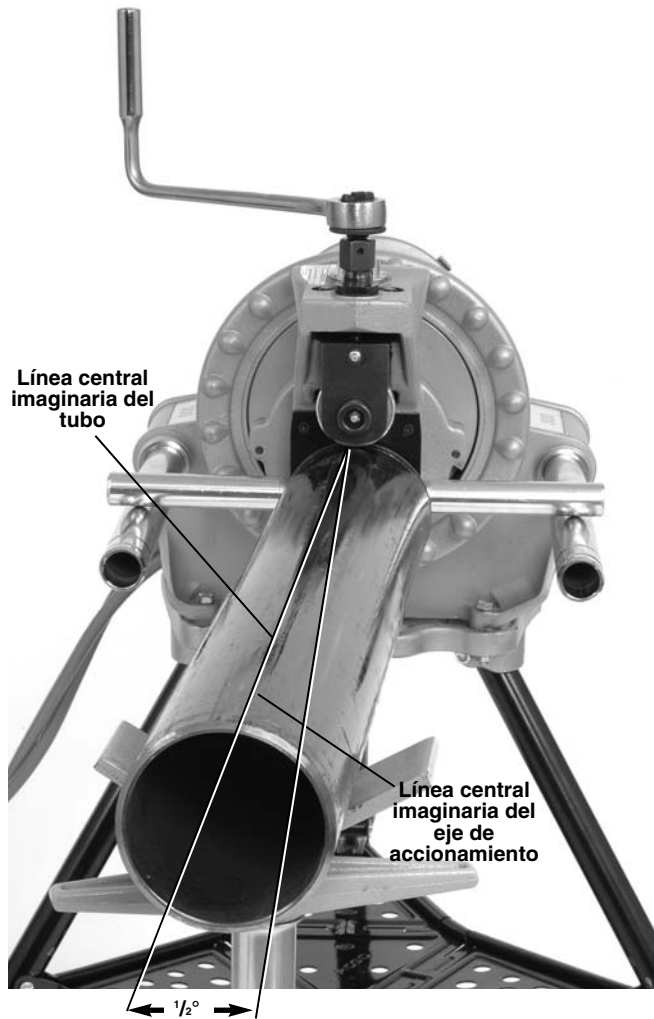

Figura 9 - Tubo desviado en 1/2 grado hacia el operario (ángulo exagerado en la foto)
7. Coloque el tubo y los portatubos levemente desplazados o desviados hacia el operario en ½ grado aproximadamente (o una pulgada a más de 10 pies de distancia de la ranuradora). Esta desviación del tubo y de la ranuradora facilita el giro del tubo mientras se ranura (*vea la Figura 9*).
- Aumente levemente la desviación del tubo hacia el operario (de $\frac{1}{2}$ grado a 1 grado) (vea la Figura 9).